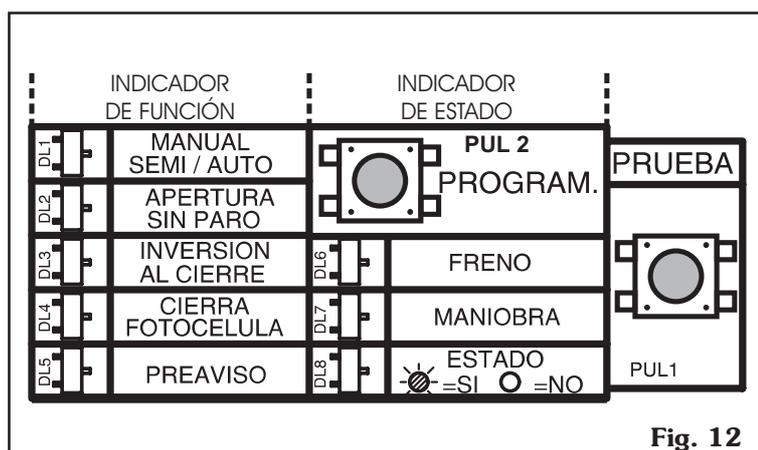

Fig. 12
3.1.1. Presione la tecla PROGRAM (PUL 2 en fig. 12). Los indicadores de función efectuarán dos intermitencias. (El indicador de Manual/Semi/Auto quedará encendido intermitentemente). Si transcurridos 30 segundos no realizamos ninguna otra operación, los indicadores harán 5 intermitencias y se apagará, debiendo presionar de nuevo la tecla PROGRAM para entrar en modo programación.